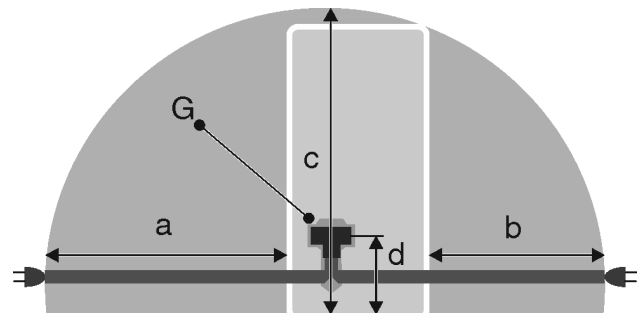

Fig. 35\*
- Розетка находится не за устройством, а в зонах а или б *Fig. 35 (a, b, c)*.
- ▶ Штекер устройства *Fig. 35 (G)* подсоедините с задней стороны устройства. Следите за правильной фиксацией.